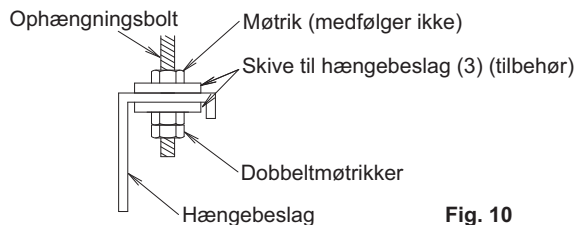

Fig. 10
(1) Fastgør hængebeslaget til ophængningsbolt. (Se fig. 10)